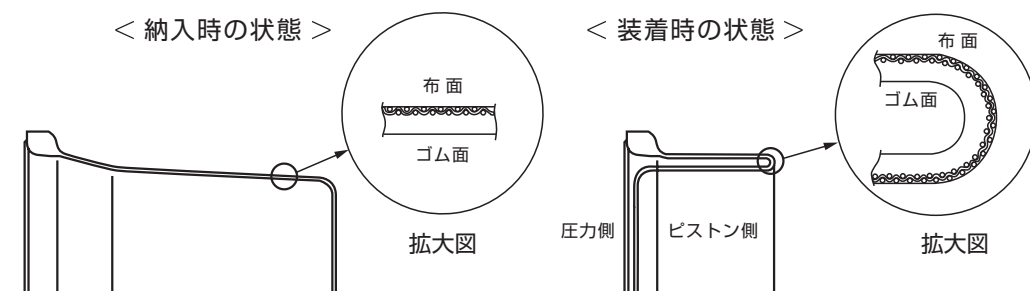

Fig.5
- a) BFダイヤフラムを交換する時には、必ず基布面がシリンダとピストン壁に接触し、ゴム面が環状U溝の内側(圧力側)にくるようにBFダイヤフラムを組み付けてあることを確認して下さい。(Fig.5)